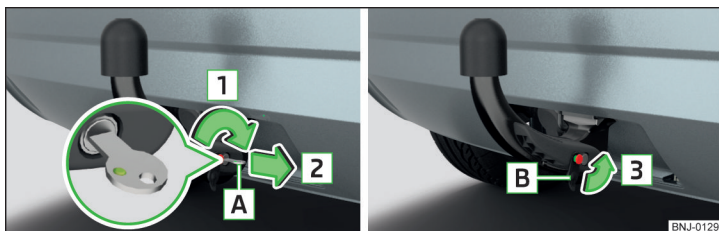

Fig. 135 Încuiați încuietoarea și scoateți cheia / așezați capacul pe încuietoare
- > Rotiți cheia [A] în sensul săgeții [1], în așa fel încât marcajul verde al acesteia să indice înspre în sus » fig. 135.